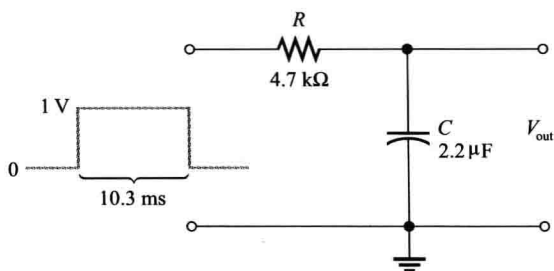

图 15-11
2. 对于图 15-11 所示的单脉冲输入电路，求最大输出电压并确定电容放电所需的时间。
3. 对于图 15-11，大致画出输出电压相对于输入脉冲的形状。